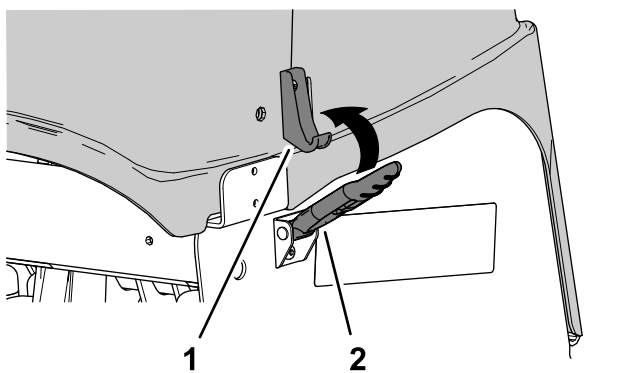

Figura 142
2. Enganche la cubierta del cabezal de perforación en la ubicación del cierre 4 (**Figura 142**).